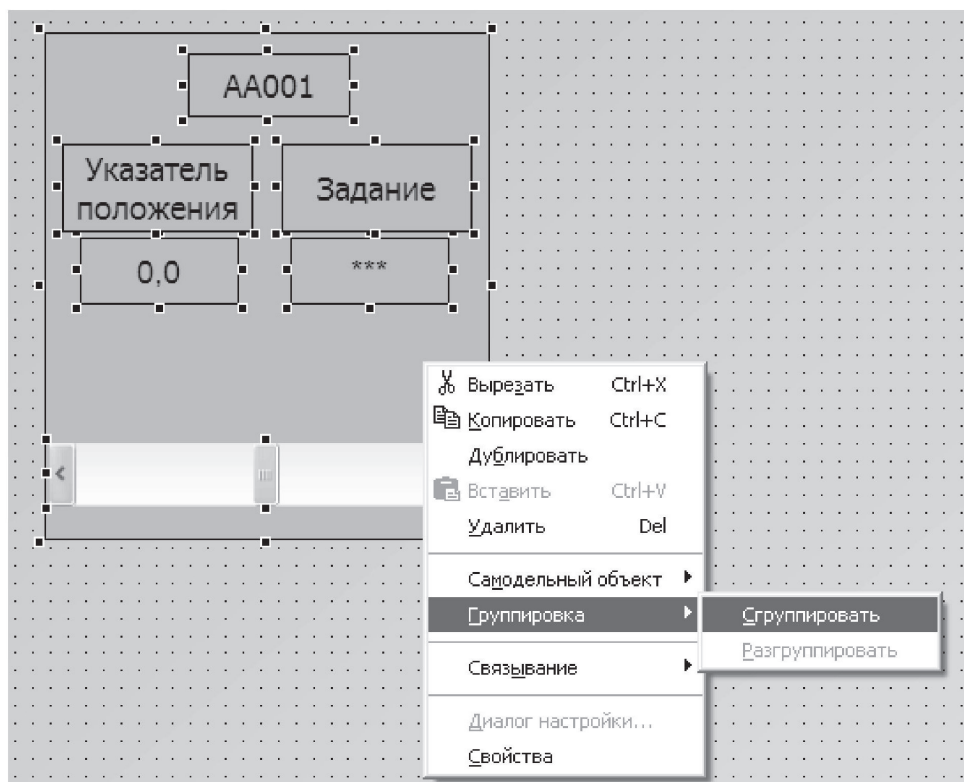

Рис. 3.14. Группирование объектов
5. Выделяем все объекты, удерживая клавишу *Shift* и группируем их (рис. 3.14).